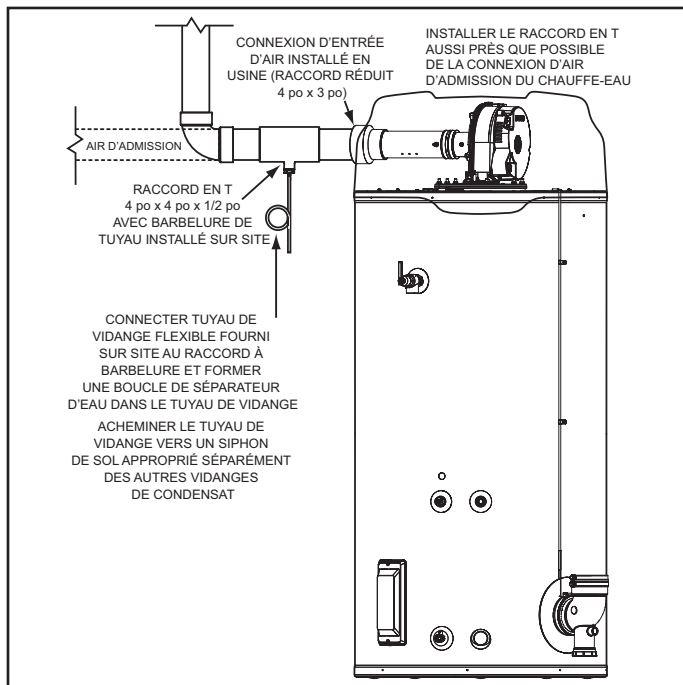

Figure 16. Pose du té de condensat de l'air d'admission
8. Un raccord en té et un tuyau de vidange de condensat (non fournis) doivent être installés dans la tuyauterie d'admission d'air à proximité du chauffe-eau dans les climats plus froids ayant de fortes accumulations de neige et dans les régions soumises périodiquement à une forte humidité. Le tuyau de vidange doit être acheminé vers un siphon de sol séparé de toutes les autres vidanges de condensat. Voir *Figure 16* (page 24).
Les installations qui présentent l'une quelconque de ces situations devront comporter une conduite de vidange d'humidité à siphon s'écoulant vers un écoulement d'eaux usées. Voir *Figure 16* (page 24) et *Figure 39* à *Figure 45* (page 34). Sur une portion horizontale du tuyau d'admission d'air à proximité du chauffe-eau, prévoir un té de 4 po x 4 po x 1/2 po et un embout cannelé pour vidanger l'eau. Le té doit être placé aussi près du chauffe-eau que possible. Le tube de vidange dans toute installation doit comporter un siphon et s'écouler vers une évacuation d'eaux usées adaptée. La conduite de vidange de l'admission d'air doit être entièrement distincte de la conduite de condensats de la sortie d'évacuation des gaz de combustion.